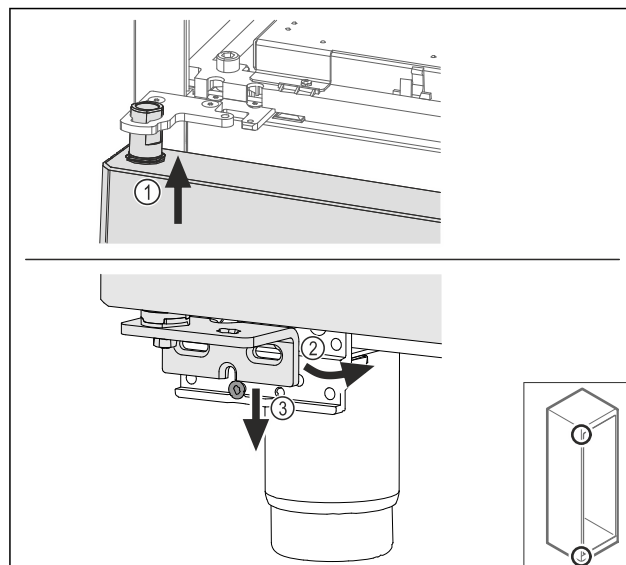

Fig. 64
- Kissé megbillentve fűzze be az ajtót felül Fig. 64 (1), majd igazítsa egyenesbe az ajtót Fig. 64 (2), és helyezze rá az alját a csapágybak csavarjára Fig. 64 (3).